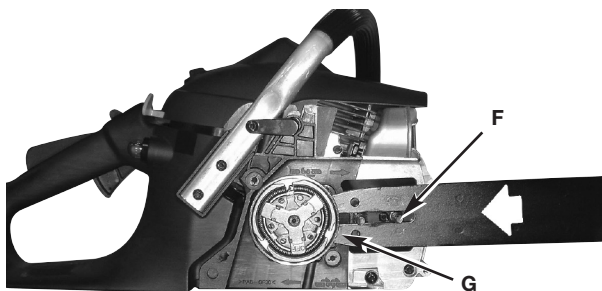

Fig. 25
6. Placez l'extrémité rainurée du guide-chaîne au-dessus du boulon du guide-chaîne (F). Faites glisser le guide-chaîne derrière le tambour d'embrayage (G) jusqu'à ce que le guide-chaîne s'arrête. (Fig. 25)